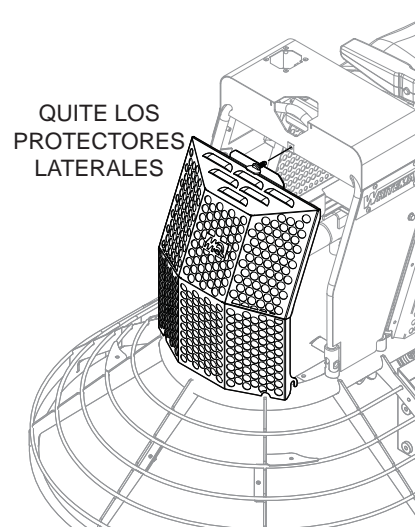

Figura 3. Quite los protectores laterales
1. Quite los protectores laterales de los conjuntos de bastidor del asiento derecho e izquierdo. Vea la Figura 3.